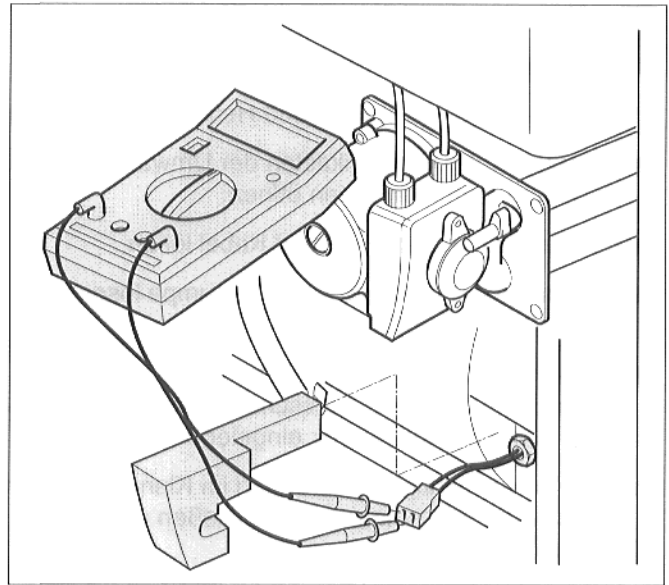

Abb. 22 Warmwassersensor prüfen, nur Linea-Kombi 23
- Isolier-Element herausziehen (Abb. 22, Pos. 1).
- Steckverbindung am Kabel zum Sensor auseinanderziehen (Abb. 22, Pos. 2).